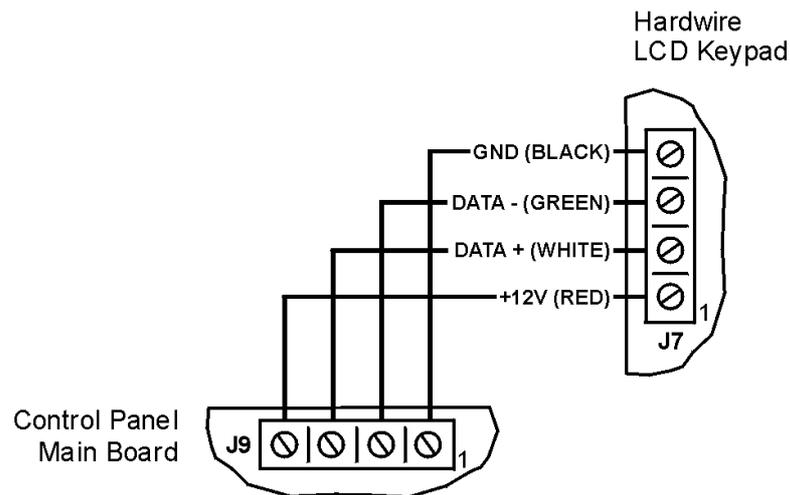

Figura 2.8: Connessioni per Tastiera LCD
6. Collegare i conduttori nella morsetteria della tastiera ed in centrale, come indicato in Figura 2.8.